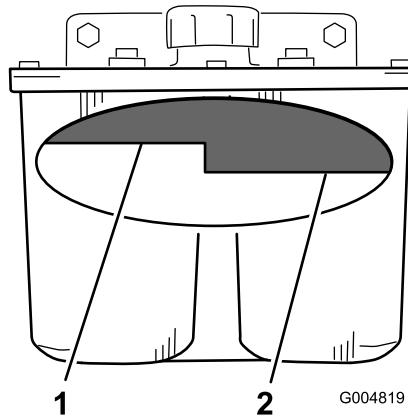

Figura 68
2. Pulite intorno al collo del bocchettone del serbatoio idraulico (Figura 68).
3. Togliete il tappo dal collo del bocchettone. Guardate all'interno per verificare se il serbatoio contiene del fluido (Figura 68).
Nota: Quando è caldo, il fluido deve raggiungere la parte superiore del livello a caldo sul diaframma (Figura 68).